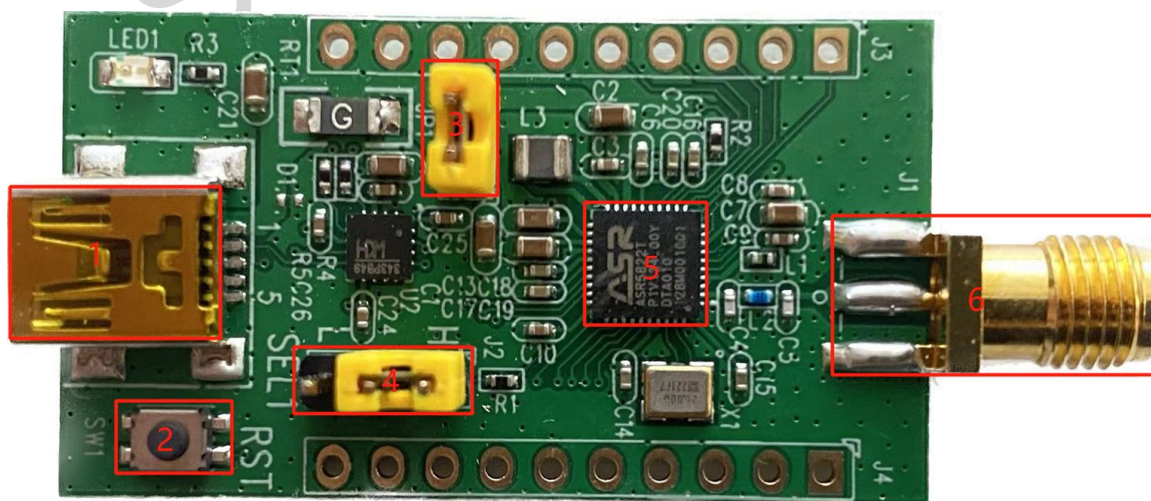

图 2-1 Lite 开发板
3. 图 2-1 中红框 4 中的 J2 跳线帽接到 H 端。
4. 按下图 2-1 中红框 2 中 SW1 复位键，Dogo 工具界面打印“1F2E3D00”，表示已进入 UART 下载模式。